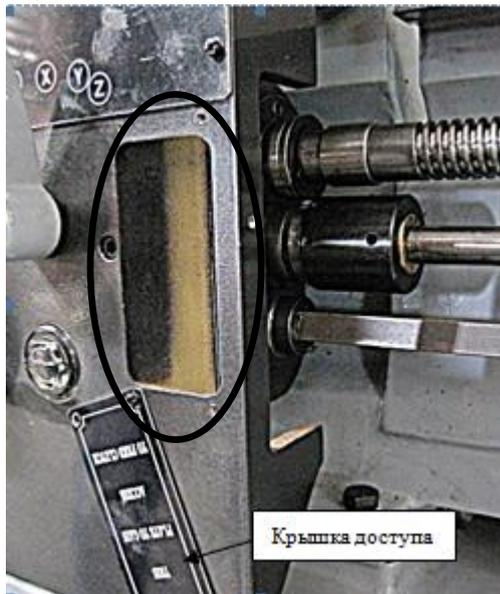

Рис. 94. Снятые крышки.
2. Снимите переднюю и боковую крышку (Рис. 94).